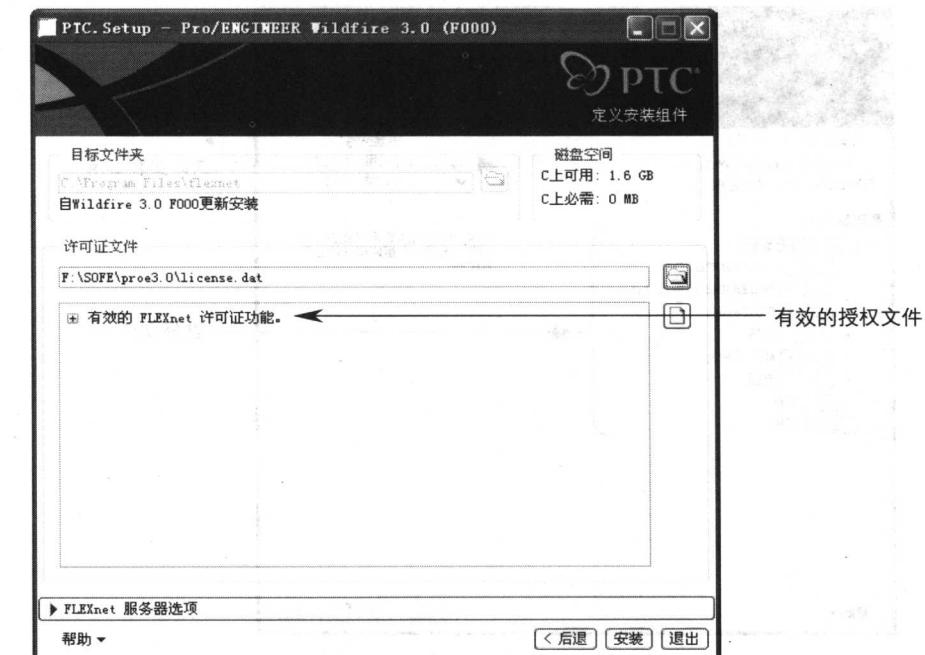

图 1-7
- ⑤ 完成 license 选取后，将显示 license 是否有效，如图 1-7 所示。若有效，则单击“安装”按钮进入安装 Server 界面，如图 1-8 所示。